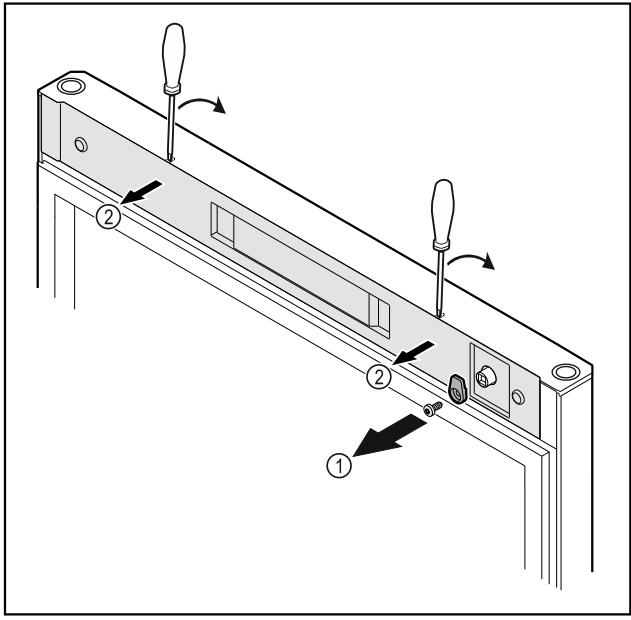

Fig. 22
- ▶ Odvrnute kuke za zatvaranje Fig. 22 (1).
- ▶ Odvojite poklopac Fig. 22 (2) malim odvijačem i skinite ga.